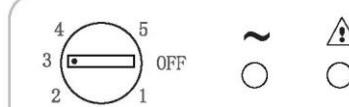

Abb. 1
- Die Temperaturinstellung beider Fächer erfolgt durch Drehen des Thermostatschalters (Abb. 1).